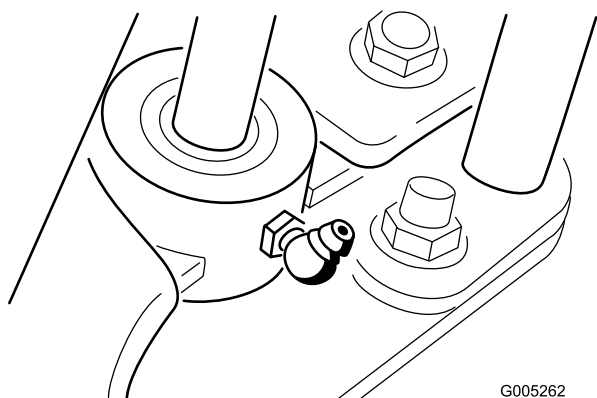

Figura 19
5. Limpie con un trapo limpio los puntos de engrase (Figura 19).